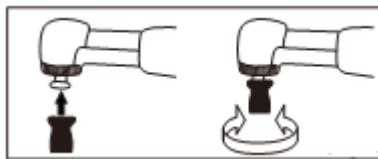

Рисунок 9
- 2) Для удаления полировочной щетки выполните обратные действия (Рисунок 9).